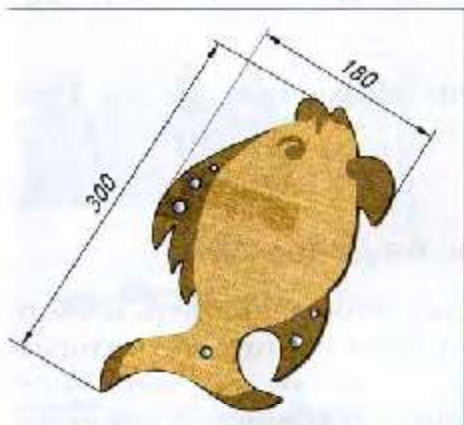
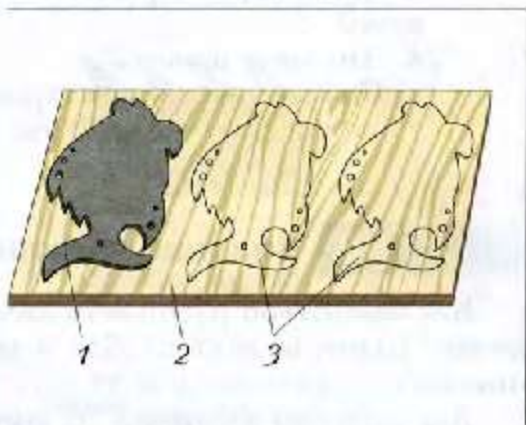

Рис. 21. Разделочная доска «рыбка» (толщина 8–10 см)
Рис. 22. Разметка деталей с помощью шаблона: 1 – шаблон; 2 – заготовка (фанера); 3 – размеченные контуры детали
Если необходимо разметить деталь с криволинейными контурами (рис. 21) или несколько одинаковых деталей, то применяют *шаблон* – образец, повторяющий форму детали (рис. 22).
3. Выполните на выбранной заготовке разметку одной из деталей: детали «основание» (см. рис. 9) и «карандашница» (см. рис. 41), детали домика для птиц (см. рис. 10), заготовки для разделочной доски «рыбка» (см. рис. 21), настольной полки (см. рис. 57) или детали вашего проектного изделия.
2. Распили предварительно размеченные заготовки (по указанию учителя): деталей «основание» (см. рис. 9), «карандашница» (см. рис. 41) и домика для птиц (см. рис. 10); заготовку для разделочной доски «рыбка» (см. рис. 21); деталей приспособления для пиления (см. рис. 28), настольной полки (см. рис. 57), полочки для цветов (см. Приложение, рис. 172) или детали твоего проектного изделия.